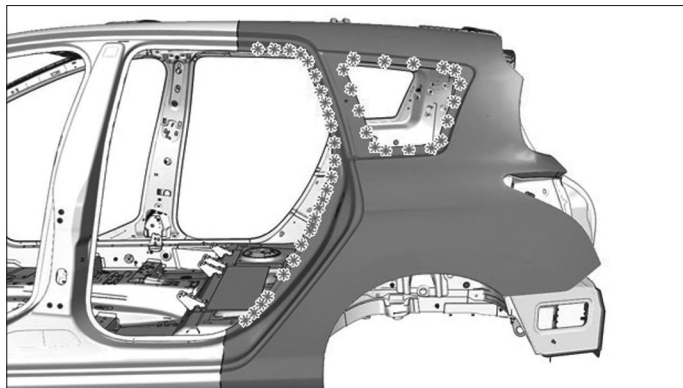

FIG. 170
- Fraiser les points de soudure (Fig.170), (Fig.171), (Fig.172) et (Fig.173).